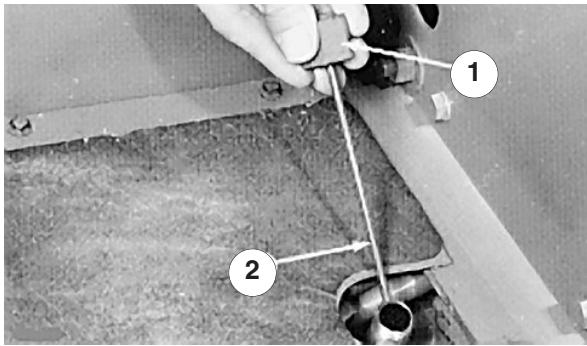

Figure 6
2. Dévissez la jauge du goulot de remplissage (Fig. 6) et essuyez-la sur un chiffon propre.
Revissez la jauge à la main dans le goulot de remplissage, puis sortez-la de nouveau pour vérifier le niveau d'huile. Si le niveau est à plus de 13 mm de la rainure de la jauge (Fig. 6), versez suffisamment d'huile pour amener le niveau à la rainure. Le niveau ne doit pas dépasser la rainure de plus de 13 mm